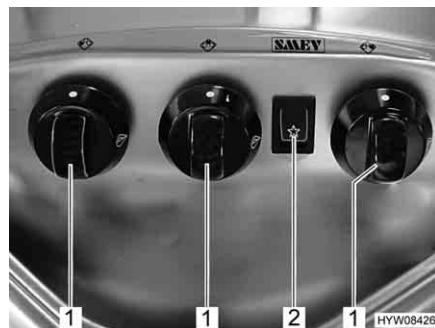
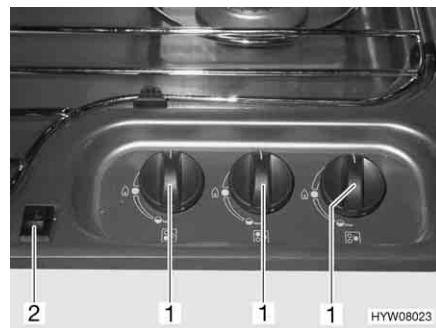

Fig. 177 Elementi di comando (fornello a gas)
Fig. 178 Elementi di comando (fornello a gas) (alternativo)
- Girare il pomello girevole (Fig. 177,1 o Fig. 178,1) degli apparecchi a fiamma libera desiderati in posizione accesa (fiamma alta).
- Premere l'interruttore a bilico (Fig. 177,2 o Fig. 178,2). Sul bruciatore vengono prodotte scintille.